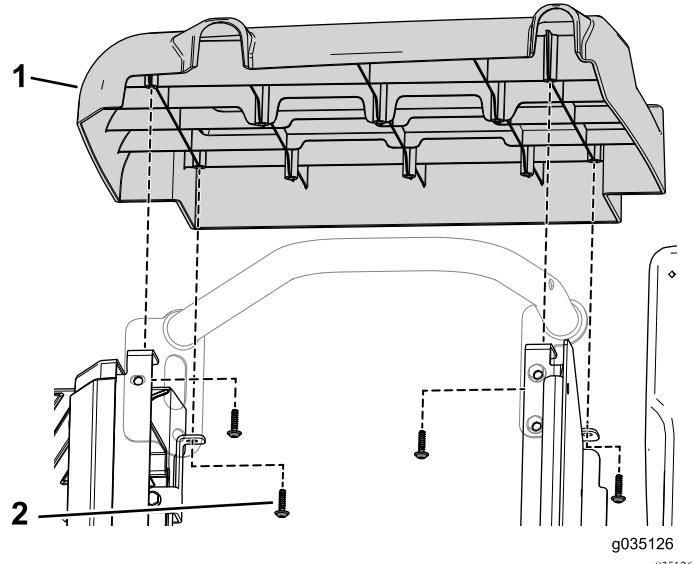

Рисунок 89
10. С помощью 4 самонарезающих винтов прикрепите правый боковой кожух к сиденью в сборе (Рисунок 89).